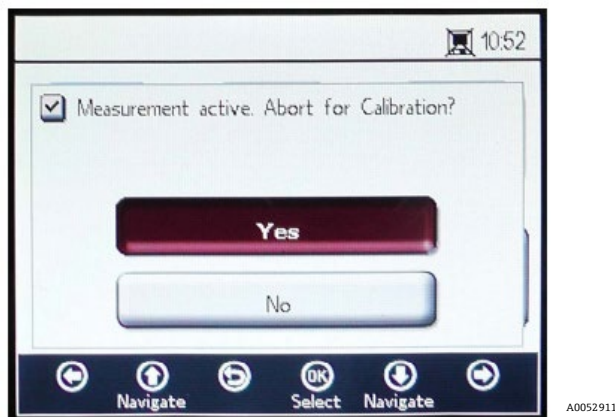

Abbildung 58. Meldungsfenster – Messungen für Kalibrierung stoppen
2. Auf **OK** klicken, um ein Relative Accuracy Test Audit (RATA) durchzuführen. Dadurch öffnet sich ein Meldungsfenster mit der Frage "Measurement Active. Abort for calibration?" Siehe Abbildung 58.